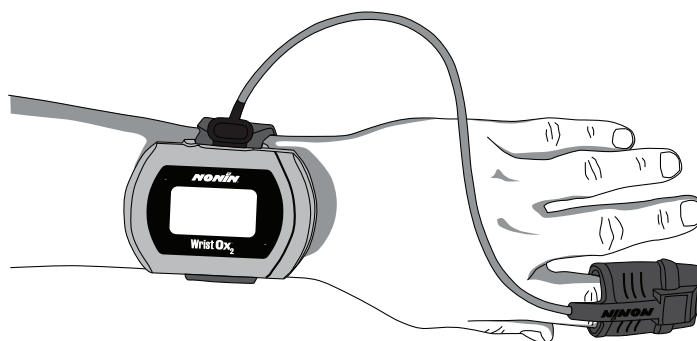

Figure 16: Application du capteur au patient
6. Appliquez le capteur au patient (figure 16). Pour les sites d'application appropriés du capteur, les mises en garde et les avertissements concernant le capteur, reportez-vous au mode d'emploi de ce dernier.